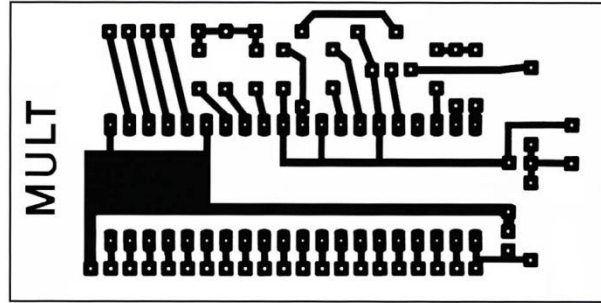

Fig. 7. - Circuit imprimé d'un multimètre.
c) 2 circuits de multimètres (voir fig. 7)